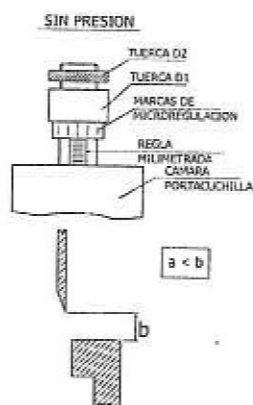

Fig. 7
C) regular a través de la tuerca **D1**, la cota **a** (Fig. 7) de forma que sea inferior al espacio **b** entre el diámetro externo de la cuchilla y el diámetro externo de la contracuchilla (es decir $a < b$) (sirve para evitar la colisión, Fig. 7).
NOTA: la cota **a** está indicada de forma precisa sobre la regla milimetrada (presente en algunos portacuchillas, ver Fig. 7).